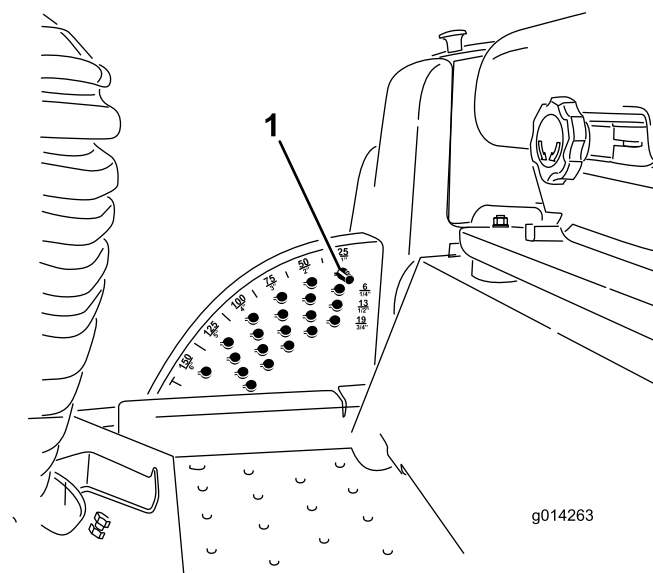

図 6
1. エンジンを始動し、デッキの昇降スイッチの後部を押してデッキを一番高い位置まで上昇させたらすぐにスイッチから手を離す 図 6。
2. ストップピンについているロールピンを回してピンと刈高設定穴のスロットとが整列したところでピンを抜き取る (図 6)。
3. 刈高ブラケットについている穴から、希望する刈高に対応する穴を見つけ、その穴にピンを通し、ピンを回してロックする (図 6)。
- 注** 刈高設定穴は、扇形の外周に一番近い段から全部で4段列あります (図 6)。外周側の列は、外周部に刻印されている通りの刈高の穴です。2 列目の穴は、それぞれ 1 列目プラス 6 mm の刈り高となります。3 列目の穴は、それぞれ 1 列目プラス 12 mm の刈り高となります。一番下の列の穴は、それぞれ 3 列目プラス 18 mm の刈り高となります。刈高 152mm だけは例外で、2 列目のはずれにあります。この穴にセットすると 刈高 158mm となります 6mm アップにはなりません。